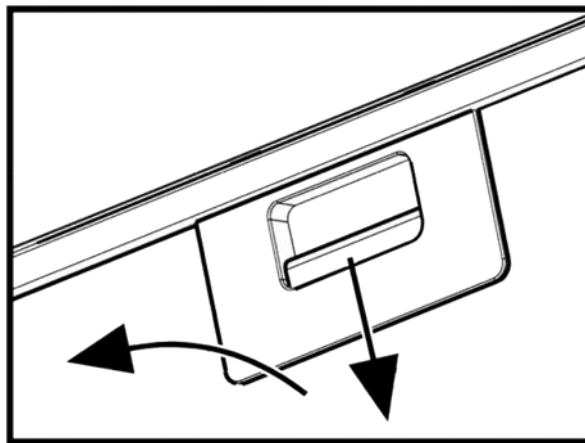

Рис.7
7.10 Для зняття алюмінієвого фільтру (рис.7) слід натиснути на пружинну засувку **1** і, потягнувши на себе і вниз **2**, зняти фільтр з панелі.